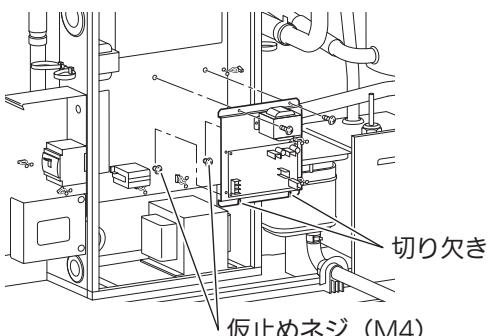

図 4
- ① M4 ネジ(2 本、付属品)を図 4 の GHP 電装ボックス仮止めネジの位置に仮止めしてください。
- ② 組立基板下側の切り欠き 2 カ所に仮止めしたネジを通し位置を合わせ、上側の 2 カ所の穴を M4 ネジ(付属品)で固定してください。この時に電装ボックス内部にある配線を挟みこまないようにしてください。